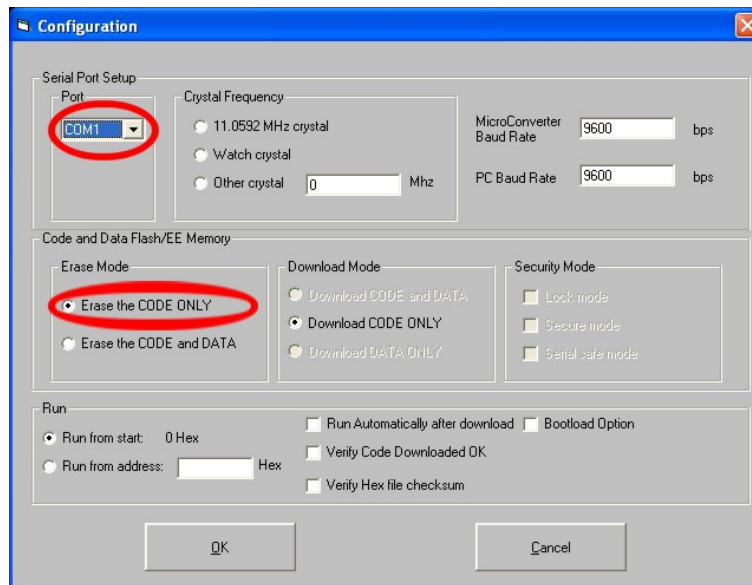

图 49. 更新显示器固件时 WSD 程序的配置
- 注意！**“只删除代码”选项如图 49.所示已经选择..如果选项没有选择,所有监测器的设置将被删除,其结果是,设备将无法正常工作。